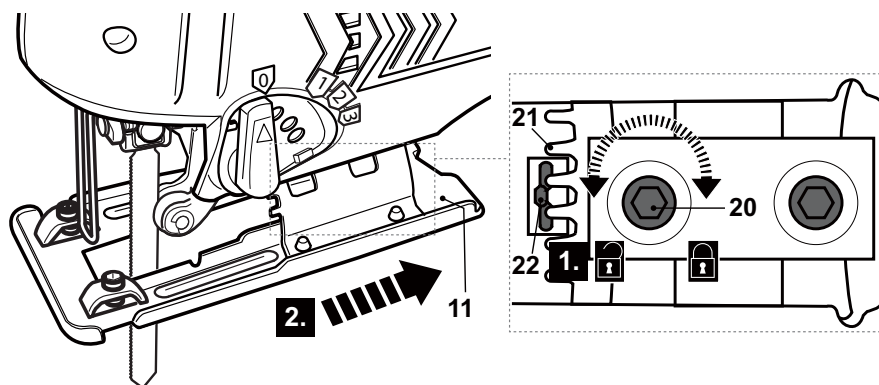

Fig. 7
- > Desaperte os 2 pernos de cabeça sextavada (20) para a esquerda com a chave sextavada (6) (Fig. 7, passo 1).
- > Desloque a placa base (11) para trás para desacoplar os dentes (21) da engrenagem (22) (Fig. 7, passo 2).